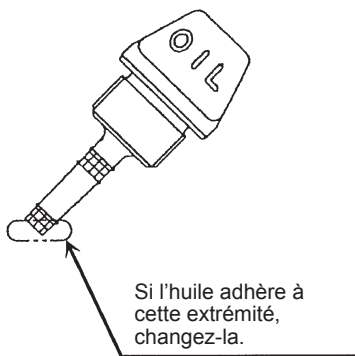
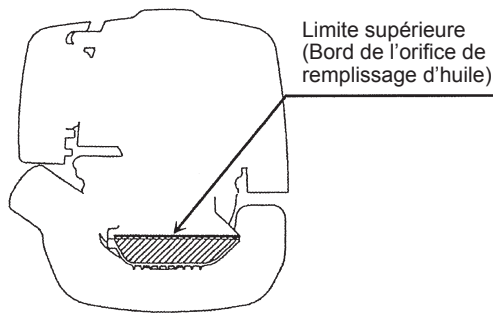

Fig. 1
Fig. 2
Lorsqu'il n'y a pas suffisamment d'huile et que seule l'extrémité de la jauge peut atteindre l'huile, notamment si la jauge est insérée dans le carter du moteur sans être vissée (Fig. 1), rajoutez de l'huile par l'orifice (Fig. 2).
(1) Maintenez le moteur de niveau et détachez la jauge d'huile.
(2) Versez de l'huile jusqu'au bord de l'orifice de remplissage. (Reportez-vous à la Fig. 2 de la page précédente).